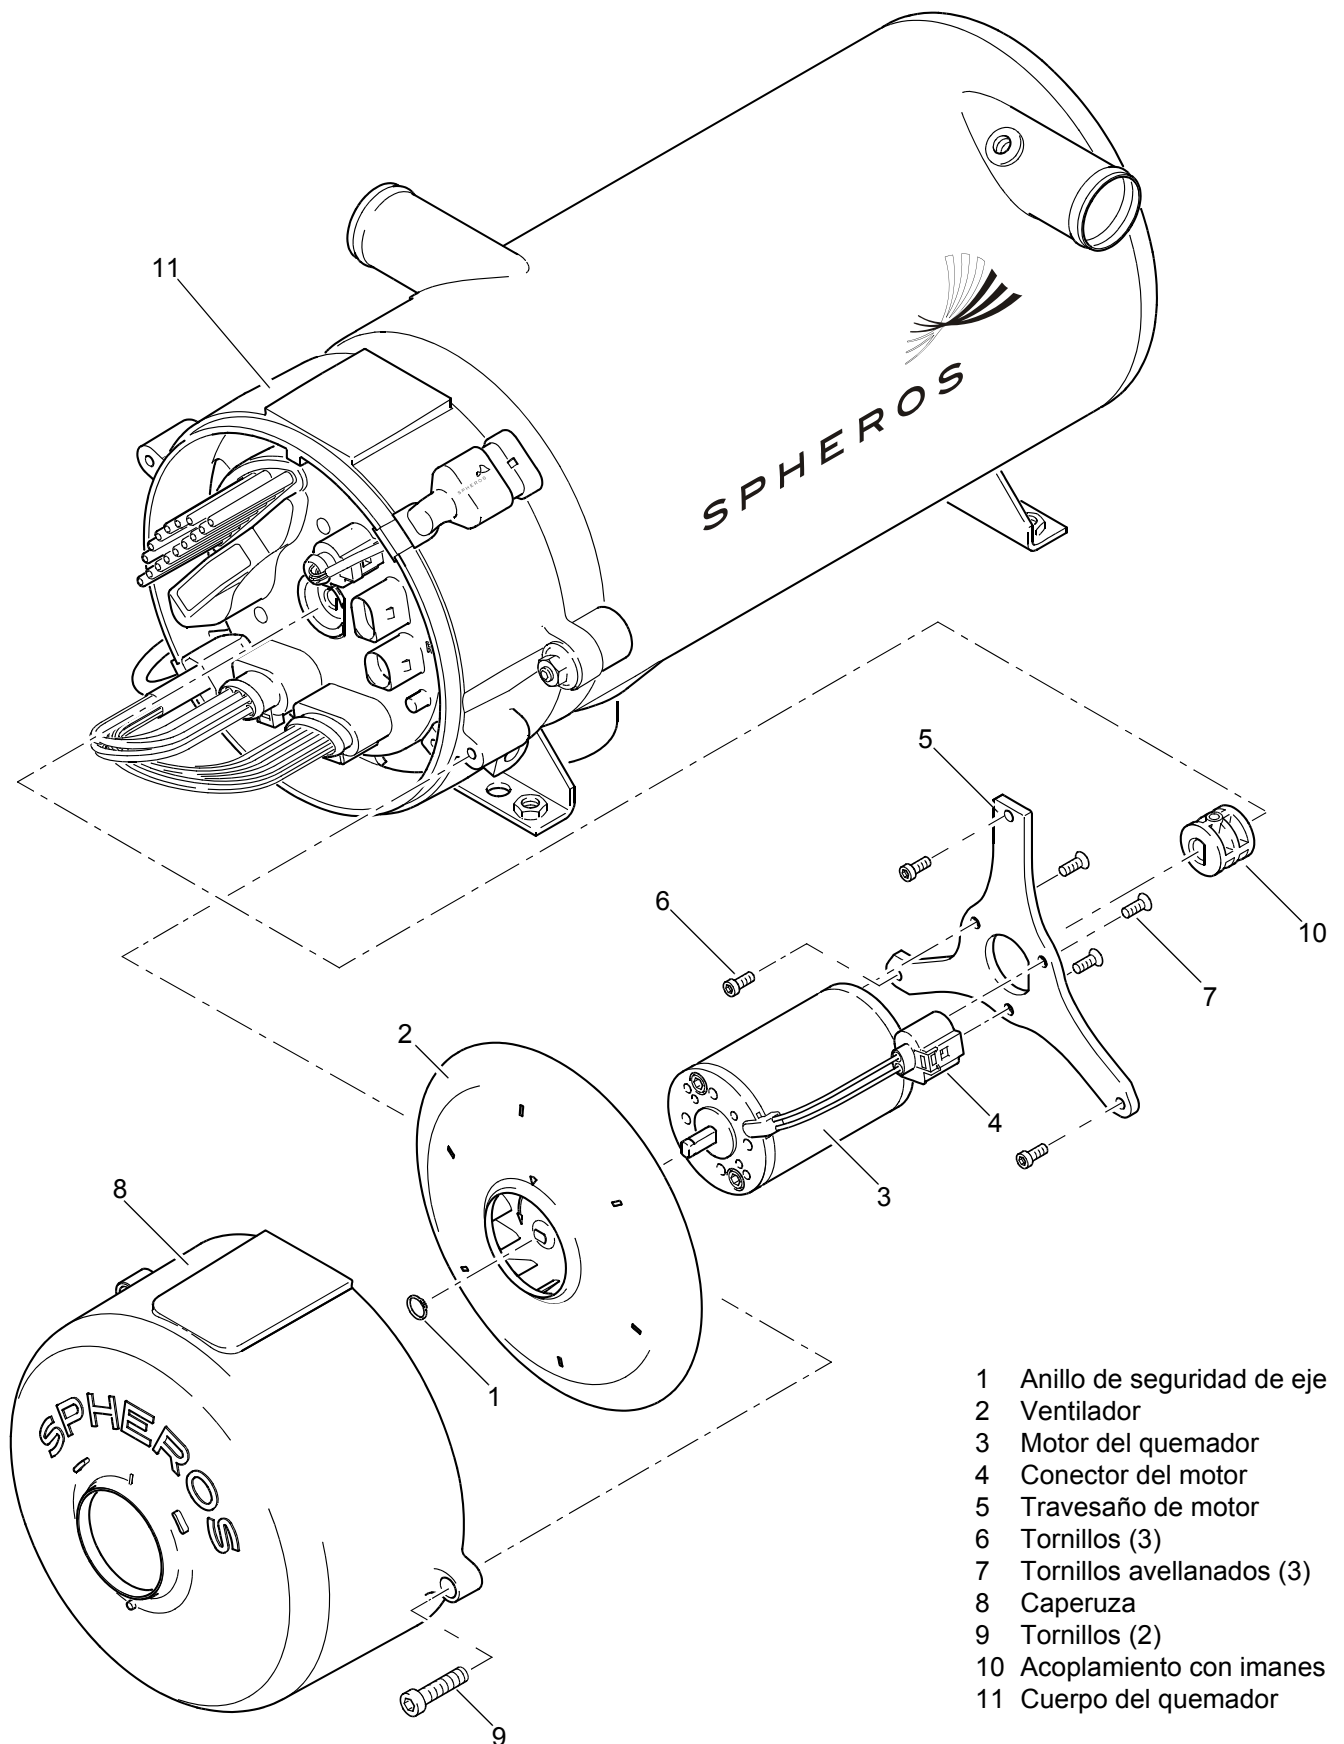

Fig. 803 Montaje y desmontaje del ventilador de aire de combustión
2. En caso necesario, quitar el ventilador (2, Fig. 803). Para ello, quitar el anillo de seguridad con las pinzas adecuadas (1) del eje del motor.
3. Alinear el conector (4) del motor del quemador del controlador.
4. Quitar los tornillos (6) y extraer el motor (3) con el travesaño del motor (5) del cuerpo del quemador.
5. En caso necesario, quitar el travesaño del motor (5) del motor del quemador (3). Para ello, soltar y desatornillar los tornillos (7) de la brida del motor.
1. En caso necesario, unir de nuevo el motor del quemador (3, Fig. 803) con el travesaño del motor (5). Para ello, ajustar el motor del quemador en el travesaño. Tener en cuenta el montaje del travesaño del motor. Ajustar los tornillos avellanados (7) en las hendiduras preparadas para ello de la brida del motor. Seguidamente, apretar dichos tornillos (7) con 5 Nm + 1 Nm.
2. En caso necesario, empujar el acoplamiento con imanes (10) hacia el eje de la bomba de combustible.
3. Ajustar el travesaño del motor (5) con el cuerpo del quemador (11). Tener en cuenta el lugar de montaje fijado del travesaño del motor. Ajustar el motor del quemador frente al acoplamiento girando el eje de transmisión del motor.
4. Ajustar el motor del quemador y el travesaño con tornillos (6).
5. Apretar los tornillos (6) con 5 Nm + 1 Nm.
6. Alinear el conector (4) del motor en el controlador.
7. En caso necesario, montar el ventilador (2). Para ello, empujar el ventilador hacia el eje de transmisión y ajustar el anillo de seguridad con las pinzas adecuadas (1) en el eje del motor.
8. Ampliar la caperuza (8), (véase 8.4).